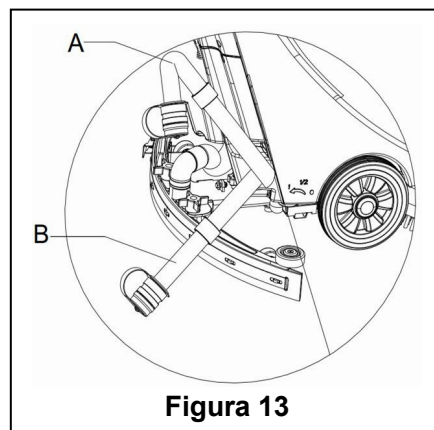

Figura 13
2. Cu ajutorul mânerului (14), ridicați T-ul de spălare.
4. Cu ajutorul mânerului-bară (2) înclinați ușor mașina către spate până când roata de ghidaj atinge podeaua. (Pentru lăsarea mașinii în stare de repaos, vedeți procedurile de oprire a mașinii).
5. Scoateți furtunul din clema de fixare, îndoiți capătul de drenare (cum se arată în **A, Figura 13**) și apoi deschideți capacul furtunului de drenaj, coborâți furtunul la un nivel mai mic sau pe sol pentru a se scurge apa. Alternativ, puneți furtunul direct furtunul într-o poziție inferioară sau pe sol, cu fanta de ieșire a apei în jos (cum se arată în **B, Figura 13**) și apoi deschideți prin răsucire clapeta de drenare a apei pentru golirea apei uzate din rezervor. După golirea completă, folosiți apă curată pentru spălarea rezervorului.